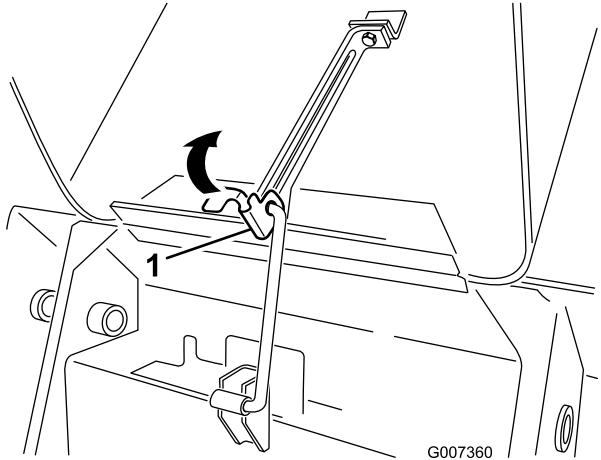

Figure 27
1. Tirez la languette de fixation de la bâquille (Figure 27)